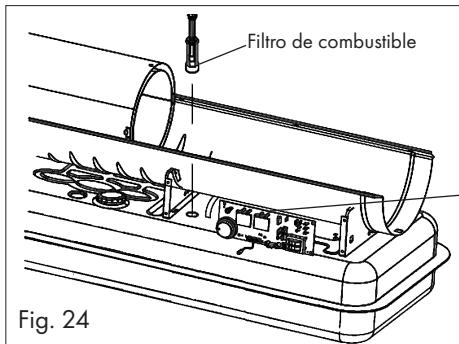
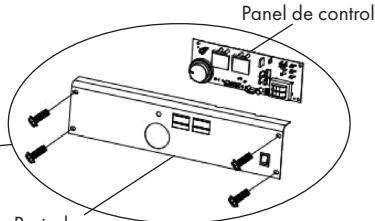

Fig. 24
Fig. 25
- Retire la tapa del panel de control, ver fig. 25
- Retire la manguera de combustible del filtro de combustible (H).
- Extraiga el filtro de combustible (H) del depósito, véase la fig. 24